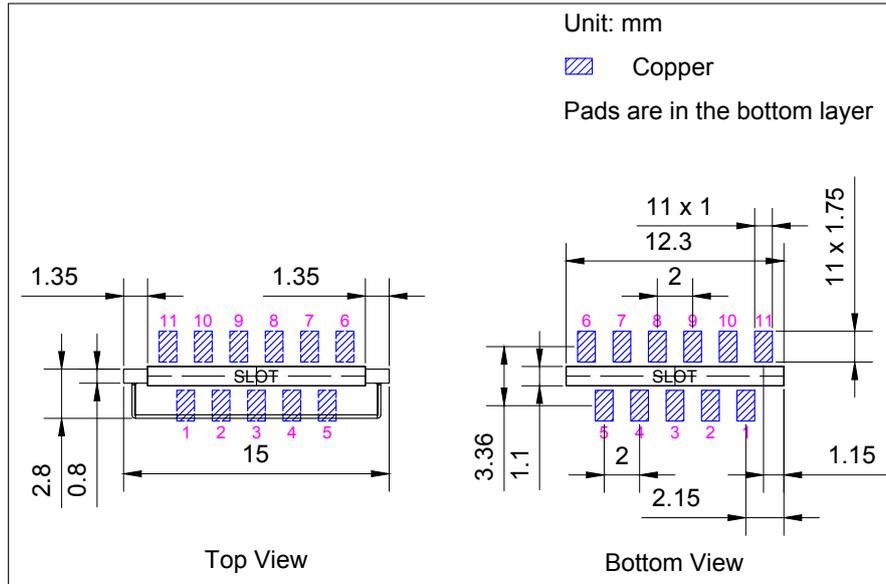

图 7: 推荐 PCB 封装图形
- 推荐 PCB 封装图，标有 PCB 设计所需的全部尺寸。详见图 7 推荐 PCB 封装图形。
- 推荐 PCB 封装图的源文件，用于测量图 7 中未标注的尺寸。您可用 Autodesk Viewer 查看 ESP8685-WROOM-03 的封装图源文件。